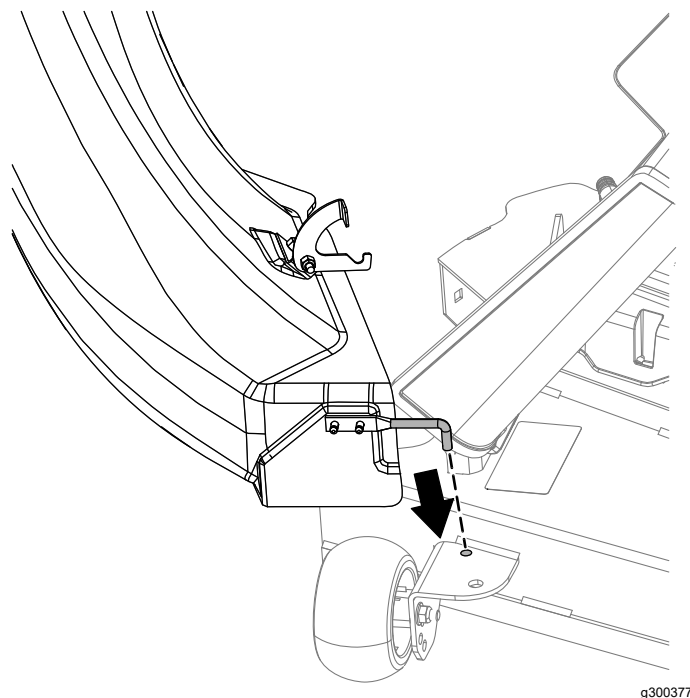

Figura 21
4. Nagnite bacač i postavite osovinicu u rupu na kućištu kosilice kao što je prikazano na Figura 21.